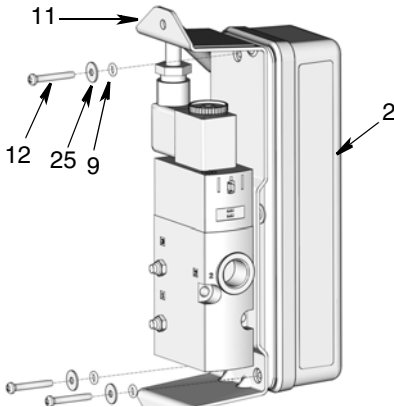

FIG. 33
3. Rimuovere le tre viti (12), le rondelle (25) e gli o-ring (9) che fissano la staffa del PAC (11) alla cassetta (2) (FIG. 33).